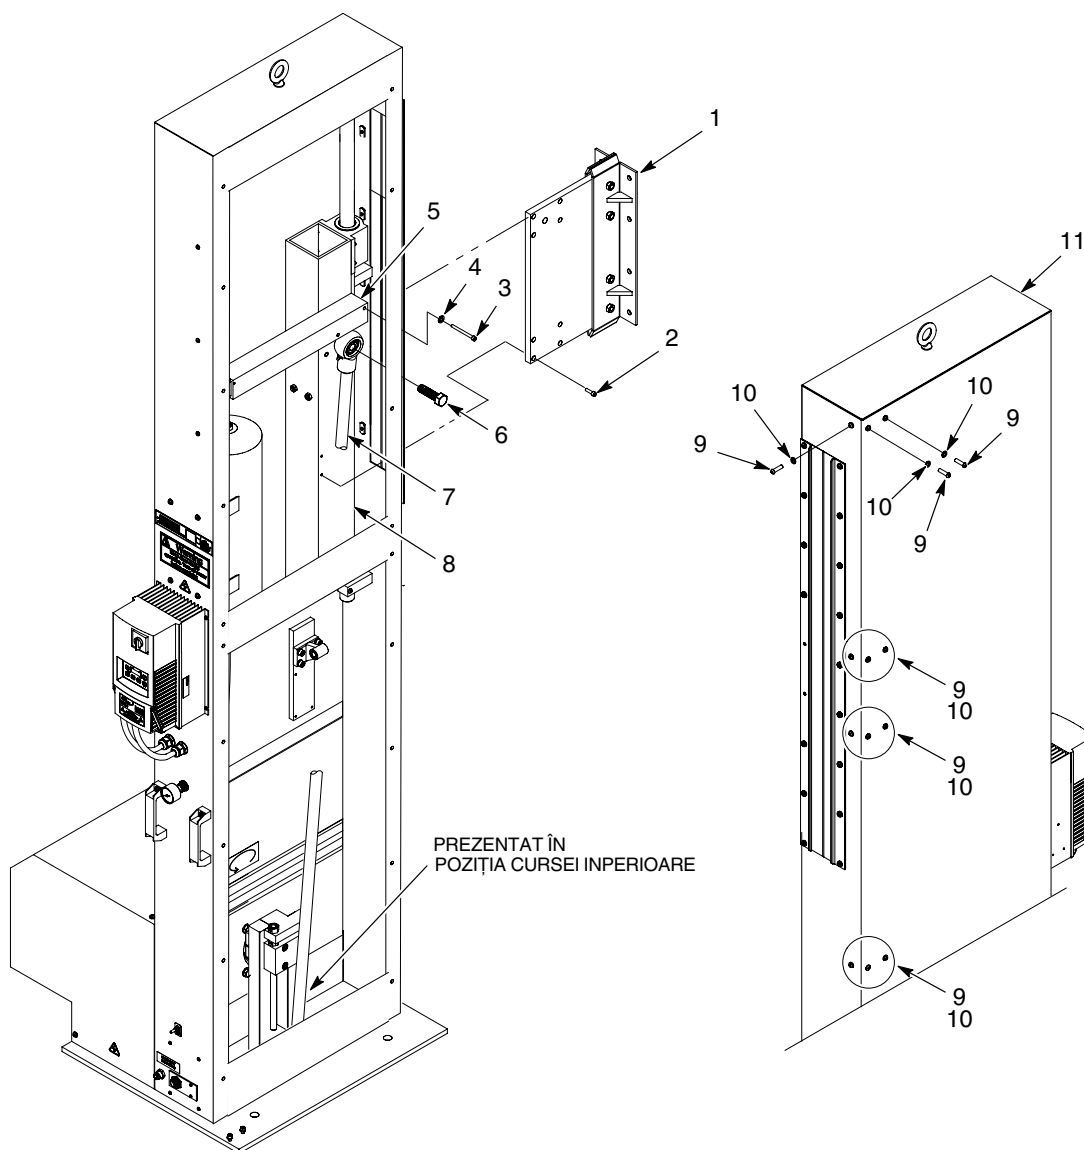

Figura 18 Montarea ansamblului rulmentului
1. A se vedea Figura 18. Apelați la o persoană pentru poziționarea ansamblului rulmentului pe oscilator (11). Fixați ansamblul rulmentului la oscilator cu ajutorul șaiabelor de blocare (10) și al șuruburilor (9). Strângeți bine șuruburile.
2. Montați căruciorul pistolului (1) pe tubul de montare (8) cu ajutorul șuruburilor. Strângeți bine șuruburile.
3. Aplicați vaselină pe filetele șurubului (6). Montați tija de conectare (7) pe tubul de montare (8) cu ajutorul șurubului. Strângeți șurubul la 90-100 ft-lb. (120-135 N•m).
4. Montați bara de stabilizare (5) la tubul de montare a rulmentului (8) cu ajutorul șaiabelor de blocare (4) și al șuruburilor (3). Strângeți bine șuruburile.